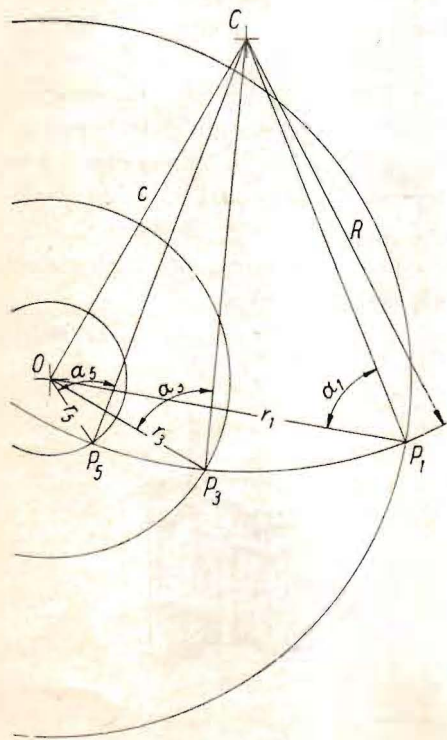

Fig. 1.
Vi införa följande beteckningar (jfr fig. 1 och 2):
I fig. 1 tänker vi oss punkterna  $P_5$  och  $P_3$  jämte tillhörande spårradier  $r_5$  och  $r_3$  och skivcentrum O vridna kring punkt C, så att  $P_1$ ,  $P_3$  och  $P_5$  sammanfalla i en punkt (P). (Jfr fig. 3.) Skivcentra  $O_1$ ,  $O_3$  och  $O_5$  kommer att ligga på en cirkel med centrum C och radien c. Fig. 3 är i själva verket ett polardiagram, som visar felvinkeln  $\delta$  som funktion av spårradien r. Punkten P är origo och vänstra benet för vinkeln  $\beta$  r-axeln. Ur diagrammet kan vi bl.a. utläsa, vid vilka spårradier vinkelfelet blir noll. Dessa radier äro tydligen  $r_2 = O_2P$  och  $r_4 = O_4P$ .